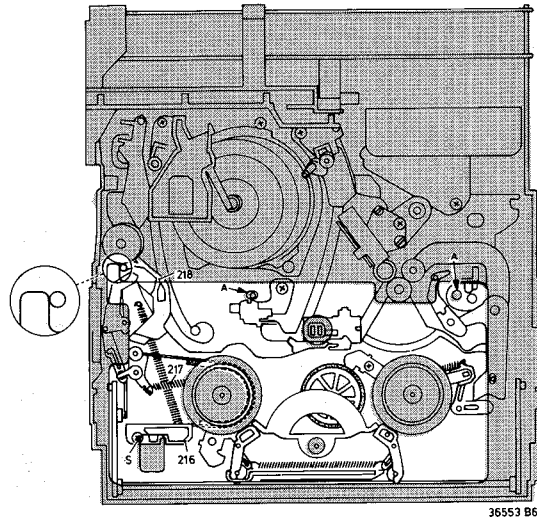

Fig. 2-2-10
- Bremsband so einstellen, dass der Stift des Bandzugreglers den Nocken an der Referenzplatte gerade gerührt, siehe Fig. 2-2-10.